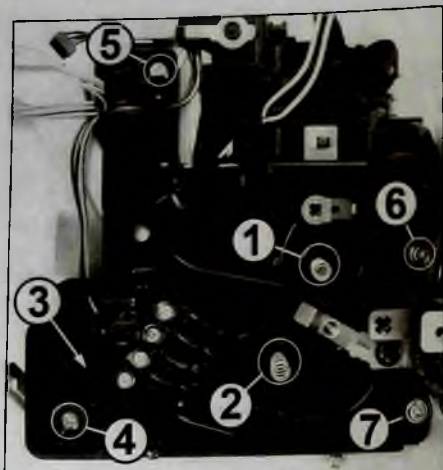

Рис. 14
Располагают принтер правой стороной к себе. Отключают разъемы и шлейфы от главной платы, откручивают винты крепления и последовательно снимают с принтера главную плату и расположенную за ней изоляционную пластину (см. выше «Снятие главной платы»). Отключают от платы ИП разъем (1 на рис. 13) подачи питания на лампу узла термозакрепления. Откручивают четыре винта (2-5 на рис. 13) и четыре самореза (6 и 7) крепления платы ИП к правой боковой стойке и к держателю контактов на элементы картриджа. Перемещают плату к себе и снимают ее с устройства. Вынимают из отверстий держателя контактов две контактные пружины (1 и 2 на рис. 14) в сборе с контактными площадками. При необходимости очищают от загрязнений контактные площадки подачи
Располагают принтер правой стороной к себе. Последовательно снимают: главную плату (форматер), изоляционную пластину, плату ИП (см. выше «Демонтаж платы источников питания»). Освобождают жгуты подключения лампы узла термозакрепления, двигателя привода редуктора, электромагнитной муфты вала подачи и датчиков бумаги из пазов прокладки на держателе контактов. Запоминают местоположение кронштейна (3 на рис. 14) крепления главной платы, откручивают винт (4) и снимают кронштейн с принтера. Запоминают местоположение держателя контактов и откручивают винт (5) и два самореза (6 и 7). Перемещают держатель контактов к себе, до выхода ориентирующих выступов держателя из отверстий на